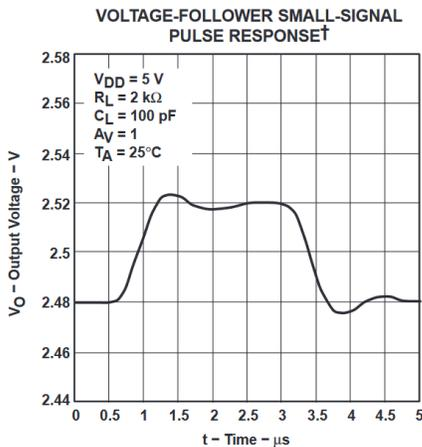

图 5-23.
- 负载以何为基准。当负载以任一电源轨为基准时，不会发生这种情况。仅当输出信号通过负载基准点摆动时才会发生失真。图 5-23 展示了两种 $2\text{k}\Omega$ 负载情况。第一种负载情况显示了当 $2\text{k}\Omega$ 负载连接到 2.5V 时出现的失真。图 5-23 中的第三种负载情况显示连接到 0V 的 $2\text{k}\Omega$ 负载没有失真。
- 负载电阻。随着负载电阻增加，输出端的失真会减少。图 5-23 显示了 $2\text{k}\Omega$ 负载和 $100\text{k}\Omega$ 负载 (两者都连接到 2.5V) 在输出端的差异。